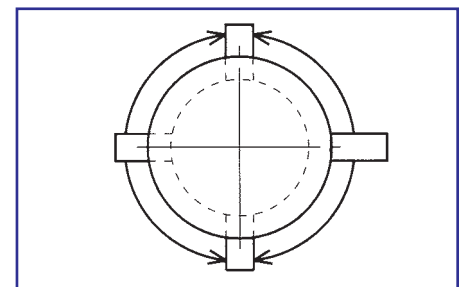

Fig. 7
5. Quando  $\Delta r_m$  for ajustado para um valor próximo a 0,005 mm, meça a distância entre o rebordo do eixo e o anel interno do rolamento (dimensão L) com um bloco padrão (fig. 7).
\*3 Para medição da dimensão L, o valor obtido através da inserção do bloco padrão na região esquerda da montagem (fig. 7) (isto se deve ao encavalamento do anel e o eixo, devido à pressão da porca).